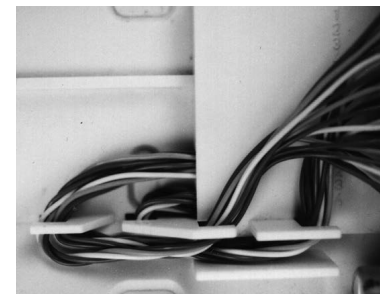

Abb. 1 Kabeleinführung von oben
- Schlaufen Sie die Adern in die Zugentlastung ein (siehe Abb. 1 und 2), isolieren Sie die Adern ab und schließen Sie die Adern an.